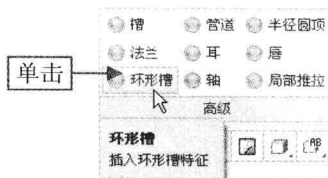

图 8-30 单击“环形槽”按钮
Step 02 在“功能区”选项板的“模型”选项卡中, 单击“高级”面板中的“环形槽”按钮 , 如图 8-30 所示。